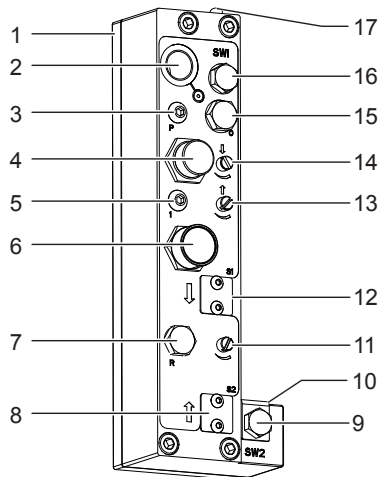

Figure 3
- Régler l'espace entre (1) et (2) de manière à ce qu'il soit égal à la profondeur de perçage requise PLUS la distance du foret au-dessus de la pièce en faisant coulisser (3).
- Bloquer l'ensemble en position à l'aide de (4) au couple recommandé.
- Placer l'HCU en (3).
- Régler l'espace entre (6) et (7) à la distance requise au-dessus de la pièce.
- Dévisser (8) en l'éloignant de l'HCU pour ajuster la résistance de l'HCU à sa valeur minimum.
- Ouvrir à fond (13) Figure 3.
- Fermer (11) Figure 3.
- Brancher l'alimentation d'air et appuyer sur (6) Figure 3.
- Ajuster (11) et (13) Figure 3 pour obtenir les vitesses d'avance et de retrait de l'opération.